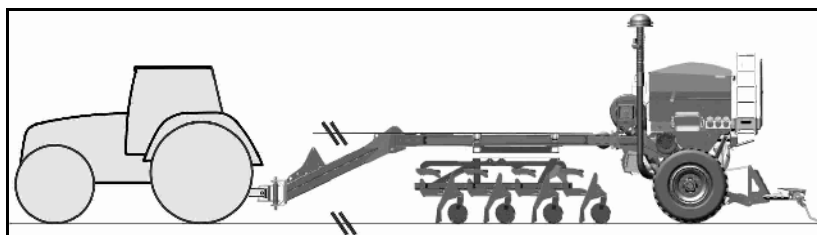

Рис. 94
2. Откройте запорный кран "Высота выравнивателя" (Рис. 94/1) (B).
- Держите шаровой кран (Рис. 94/1) в положении **В**,